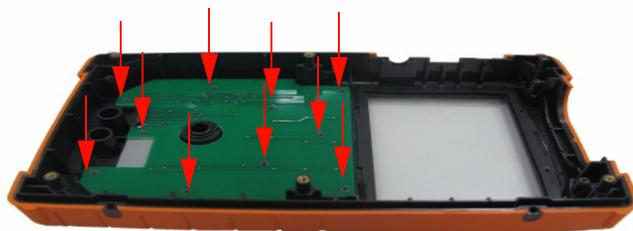

图 8-11 从前盖拧下 10 个螺丝
- 2 拧松如下图 8-11 中所示的螺丝，拆除键盘接口板。